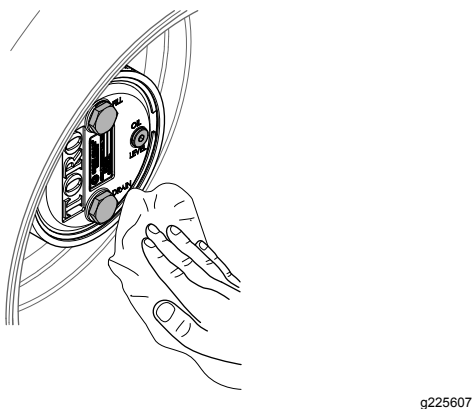

Bild 68
3. Wischen Sie das Gehäuse des Planetengetriebes und der Bremse ab (**Bild 68**).